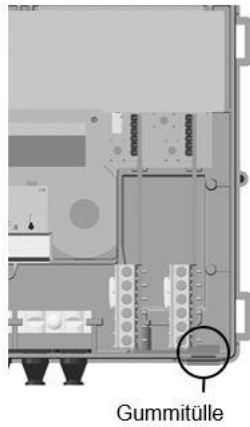

Abb. 1: Gummitülle
- Nehmen Sie die rechte äußere Gummitülle nach oben heraus (Siehe Abb.1).